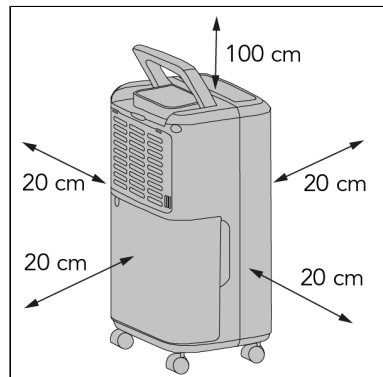

Abbildung 27.
2. Halten Sie die folgenden Mindestabstände ein, um eine gute Luftzirkulation des Geräts zu gewährleisten (Abbildung 27\*):